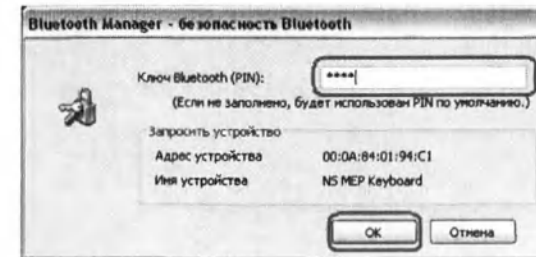

Рис. 13
11. В появившемся окне «Bluetooth Manager — безопасность Bluetooth» введите в поле «Ключ Bluetooth (PIN)» код «0000» (четыре нуля) и нажмите кнопку «ОК» (рис. 13).